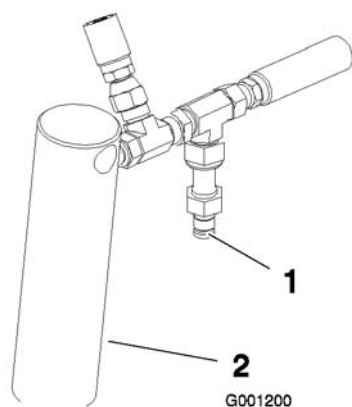

Bild 12
- Schließen Sie ein Manometer an den Testanschluss hinter dem rechten Hubzylinder an (Bild 12).